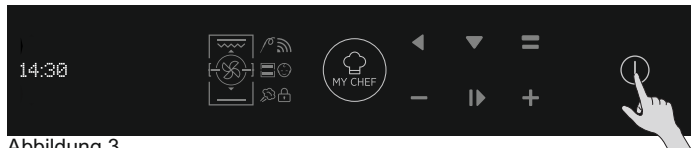

Abbildung 3
- Vor der ersten Inbetriebnahme muss ein Installationsverfahren am Ofen durchgeführt werden, um ihn benutzen zu können. Drücken Sie dazu auf ON/OFF (AN/AUS). (Abbildung 3)